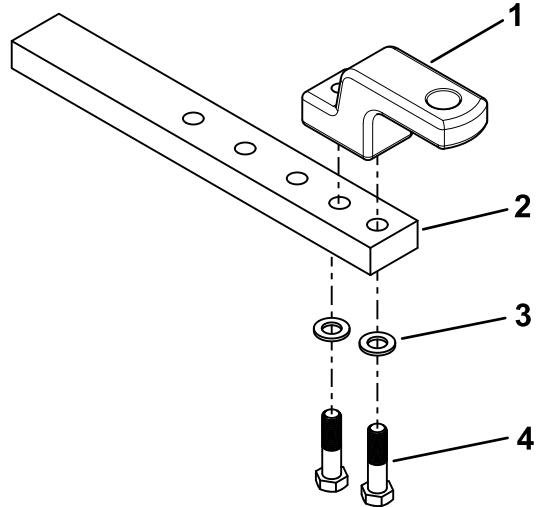

図 5
1. M18 ねじ2本とワッシャ2枚でハンマーストラップを牽引バーに取り付ける図 5。